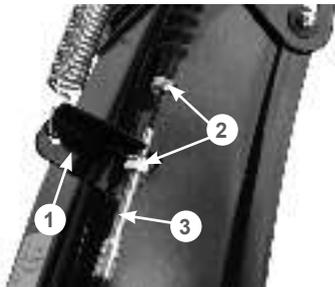

Рис. 21 Установка оболочки троса управления дефлектором жёлоба
- скрутите крайнюю гайку 2 троса и позволяйте ей свободно болтаться на тросе (Рис. 21);
- одной рукой максимально наклоните дефлектор жёлоба вперёд, а второй рукой проденьте трос через прорезь в кронштейне 1, после чего вставьте регулировочную муфту троса в отверстие в кронштейне 1 (Рис. 21). Гайки крепления оболочки троса после этого должны оказаться по разные стороны кронштейна, как показано на Рис. 21. Закрутите гайки, не затягивая их;